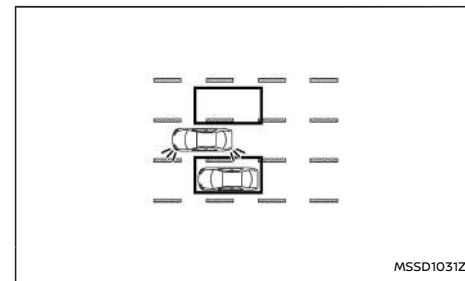

Figura 2 Avvicinamento da dietro
**Figura 2:** Se il conducente attiva l'indicatore di direzione, il sistema emette un segnale acustico (due volte) e la spia BSW a LED e l'indicatore BSW nello strumento lampeggiano.